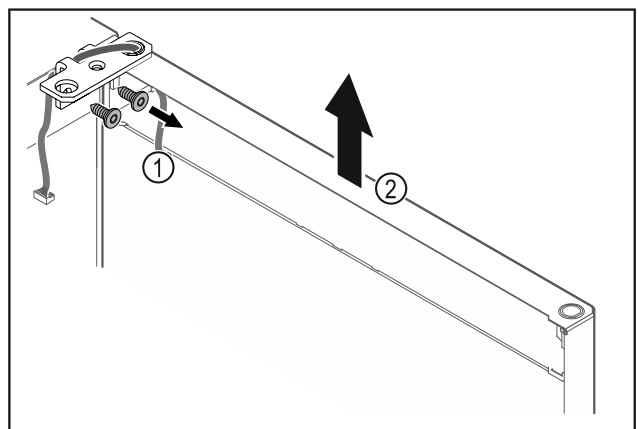

Fig. 24
- ▶ Відкрити шарнірний кутик Fig. 24 (1).
- ▶ Дверцята з шарнірним кутиком Fig. 24 (2) приблизно на 200 мм прямо підняти вгору і зняти.